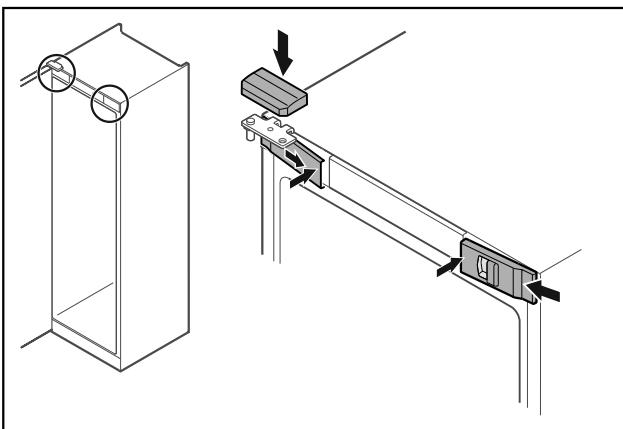

Fig. 48
- Αναρτήστε τα μπροστινά καλύμματα Fig. 48 (1) στο πλάι και κουμπώστε τα εσωτερικά.
- Κουμπώστε το επάνω κάλυμμα Fig. 48 (2) από πάνω.